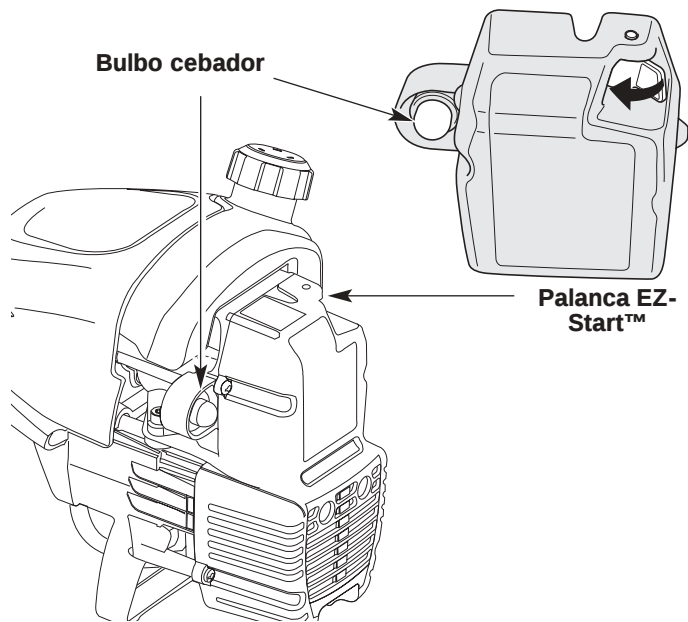

Fig. 4
3. Oprima y suelte por completo la bombilla del cebador lentamente de 7 a 9 veces. El combustible debe estar visible en la bombilla (Fig. 4). Si el combustible no está visible, oprima tres (3) veces más o hasta que lo vea.
4. Empuje la palanca EZ-Start™ hacia la izquierda hasta que encaje y se asegure en su lugar. (Fig. 4)
6. Oprima el control del regulador para calentar el motor de 5 a 10 segundos. La palanca EZ-Start™ se desactiva automáticamente (Fig. 4).